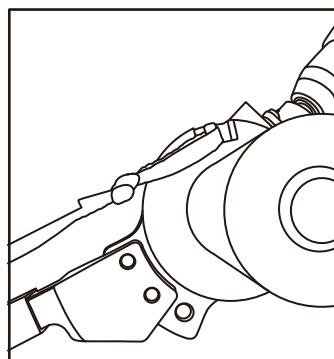
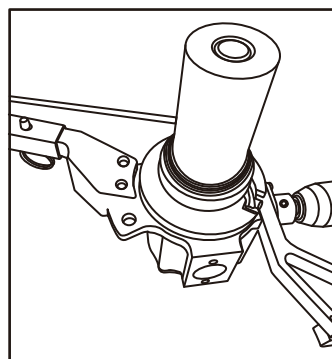

Figure 7
Figure 8
C. Lorsque vous tirez à partir du côté, faites une boucle à l'extrémité du ruban polyligne/mule et fixez l'œil autour de la tige pour ruban polyligne/mule (10) sur le cabestan (1) (figure 7). Cela permettra au ruban polyligne/mule de s'accumuler de façon continue sur le cabestan (1) (figure 8). Mettez la perceuse de 18 volts en marche **ARRIÈRE** et enclenchez le moteur de la perceuse.